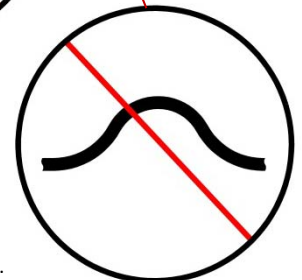

Figure 2B.
4. Entrée du préchauffeur : Brancher la durite d'entrée du préchauffeur jusqu'à l'endroit où le liquide de refroidissement sort du moteur. Le chemin de la durite ne doit comporter aucun point surélevé. Voir la figure 2B.